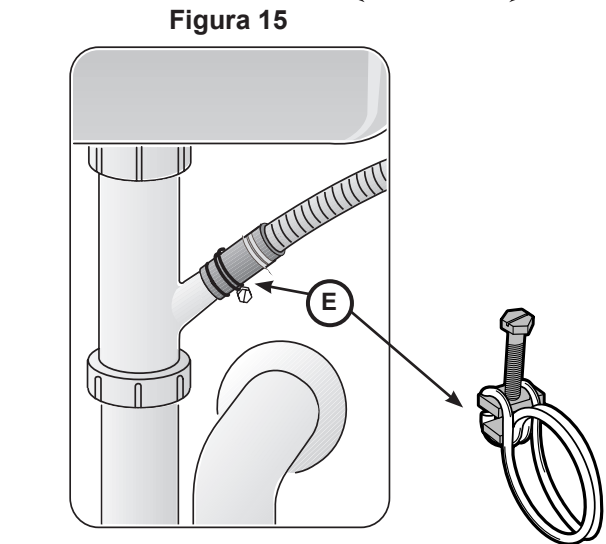

Figura 15
4. Use la abrazadera suministrada para sujetar el adaptador de hule para la manguera de drenaje a las tuberías de la vivienda (**Figura 15**).